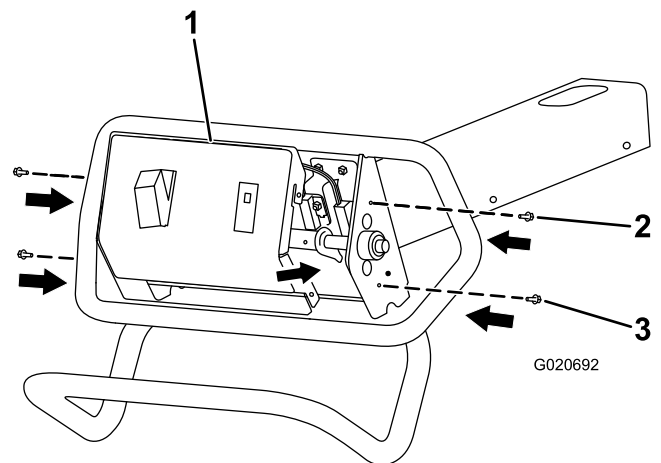

Figura 4
5. Alinhe os furos da cobertura com os furos na estrutura (Figura 4).
6. Introduza o painel na estrutura (Figura 4).
7. Monte sem apertar o painel na estrutura utilizando 2 parafusos com cabeça sextavada (n.º 10-24 x 1/2 pol.) nos furos superiores (Figura 4).